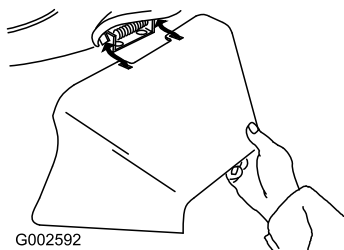

Figure 21
3. Montez l'éjecteur latéral et rabattez le volet sur l'éjecteur (Figure 21).